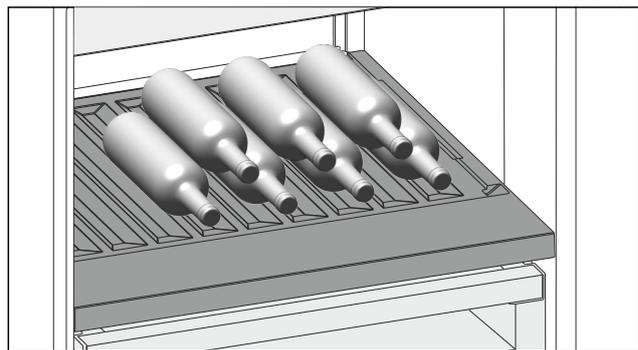

Fig. 118
- Placer les bouteilles avec le fond orienté vers la paroi arrière de l'appareil. (voir Fig. 118)